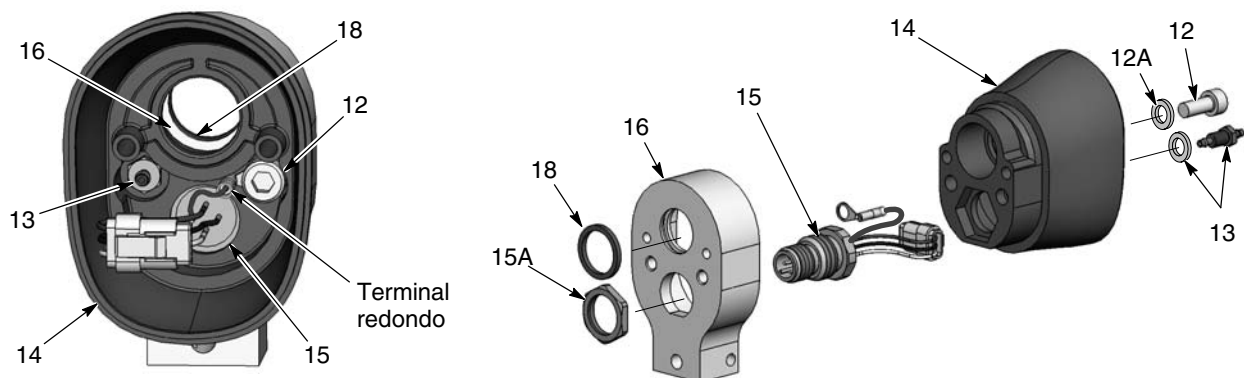

Figura 23 Desmontagem de pistola com barra de suporte 3 de 3
8. Consulte a figura 23. Para desmontar o conjunto da parte traseira do corpo, retire o parafuso (12), a anilha de segurança (12A) e a união estriada (13) para fora do interior da parte traseira do corpo (14). São necessárias uma chave hexagonal de 3 mm e uma chave de caixa de 1/4 in.
9. Retire a porca (15A) do conector acoplador (15), puxe o adaptador para fora da parte traseira do corpo da pistola e desenfie a cablagem do conector acoplador da parte traseira do corpo.
10. Inspeccione o retentor de secção quadrangular (18) dentro do adaptador (16) e substitua-o se estiver danificado.